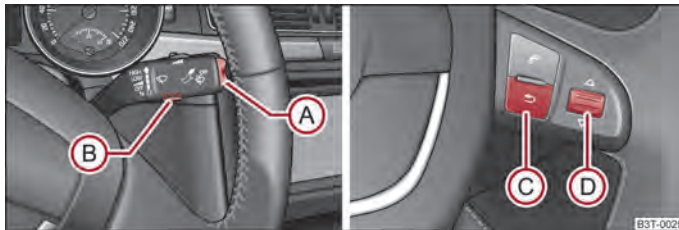

Abb. 6 Multifunktionsanzeige: Bedienelemente am Scheibenwischerhebel / Bedienelemente am Multifunktionslenkrad
Das Umschalten des Speichers erfolgt mit Hilfe der Taste **(B)** ⇒ Abb. 6 auf dem Scheibenwischerhebel oder mit Hilfe der Taste **(D)** auf dem ⇒ Abb. 6 Multifunktionslenkrad.
Die Wipptaste **(A)** ⇒ Abb. 6 und die Taste **(B)** befinden sich am Scheibenwischerhebel. Das Umschalten und Zurücksetzen am Multifunktionslenkrad erfolgt mit dem Rändelrad **(D)** ⇒ Abb. 6.
Sinkt die Außentemperatur unter +4 °C, erscheint vor der Temperaturanzeige ein Schneeflockensymbol (Warnsignal für Glatteis) und es ertönt ein Warnsignal. Nach dem Drücken der Wipptaste (A) am Scheibenwischerhebel → Abb. 6 bzw. der Taste (C) am Multifunktionslenkrad → Abb. 6 wird die Funktion dargestellt, die zuletzt angezeigt wurde.
Im Display erscheint die Fahrzeit, die seit dem letzten Löschen des Speichers vergangen ist. Wenn Sie die Fahrzeit von einem bestimmten Zeitpunkt an messen möchten, müssen Sie zu diesem Zeitpunkt den Speicher auf null setzen, durch Drücken der Taste (B) am Scheibenwischerhebel → Abb. 6 oder des Rändelrads (D) am Multifunktionslenkrad → Abb. 6 für länger als 1 Sekunde.
Wenn Sie den durchschnittlichen Kraftstoffverbrauch für einen bestimmten Zeitabschnitt messen möchten, müssen Sie zu Beginn der Messung den Speicher mit der Taste (B) am Scheibenwischerhebel, → Abb. 6 oder mit dem Rändelrad (D) am Multifunktionslenkrad → Abb. 6 auf null setzen. Nach dem Löschen erscheinen im Display auf den ersten 100 m Fahrstrecke Striche.
Im Display erscheint die zurückgelegte Fahrstrecke, die seit dem letzten Löschen des Speichers → Seite 14 vergangen ist. Wenn Sie die zurückgelegte Fahrstrecke von einem bestimmten Zeitpunkt an messen möchten, müssen Sie zu diesem Zeitpunkt den Speicher mit der Taste (B) am Scheibenwischerhebel → Abb. 6, oder des Rändelrads (D) am Multifunktionslenkrad → Abb. 6 auf null setzen.
Im Display wird die durchschnittliche Geschwindigkeit in km/h seit dem letzten Löschen des Speichers angezeigt → Seite 14. Wenn Sie die durchschnittliche Fahrgeschwindigkeit für einen bestimmten Zeitabschnitt messen möchten, müssen Sie zu Beginn der Messung den Speicher mit der Taste **(B)** am Scheibenwischerhebel → **Abb. 6** oder mit dem Rändelrad **(D)** am Multifunktionslenkrad → **Abb. 6** auf null setzen.
- Wählen Sie mit der Taste **(A)** am Scheibenwischerhebel → **Abb. 6** oder mit dem Rändelrad **(D)** am Multifunktionslenkrad → **Abb. 6** den Menüpunkt **Warnung bei Geschwindigkeitsüberschreitung**.